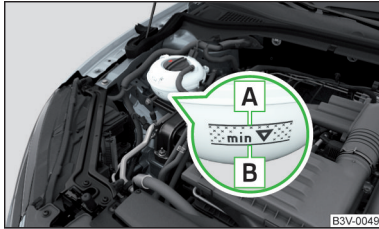

Abb. 213
Die Bezeichnung des Kühlmittels ist auf dem Kühlmittelausgleichsbehälter aufgeführt » Abb. 213 auf Seite 211.
- Das Kühlmittel nicht über die Markierung **A** auffüllen » Abb. 213 auf Seite 211.
**Kühlmittelausgleichsbehälter** » Abb. 213
➤ Den Kühlmittelstand am Kühlmittelausgleichsbehälter prüfen » Abb. 213.
Bei betriebswarmem Motor kann das Prüfergebnis ungenau ausfallen. Der Stand kann auch über der Markierung **A** » Abb. 213 liegen.